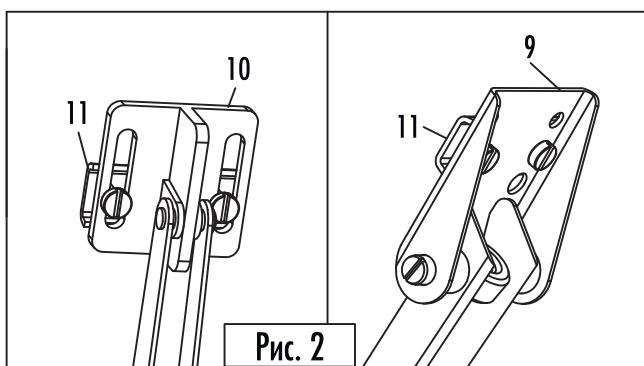
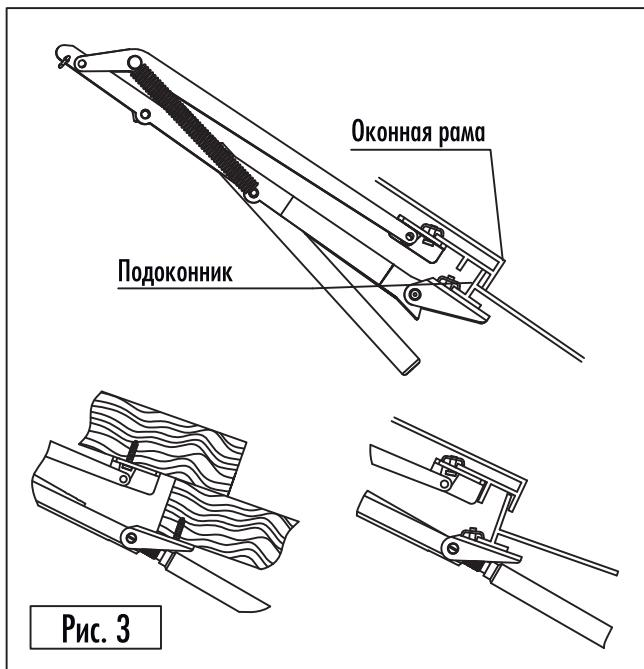

Рис. 2
Рис. 3
2. Используйте винты, чтобы свободно установить зажимы (11) к оконному креплению (10) и к рамочному креплению (9) соответственно (рис. 2). Монтаж производится при закрытой форточке (рис. 3). Убедитесь, что верхний край оконной рамы находится близко к краю окна.
Если у вас деревянная рама и форточка, то крепления (9) и (10) могут быть прикреплены непосредственно к деревянным частям теплицы (рис. 3).
3. Выберите наиболее подходящие отверстия и прикрутите зажим (11) к рамочному креплению (9). Убедитесь, что верхний край рамочного крепления (9) как можно ближе, придвинут к краю оконного крепления (Рис. 3).